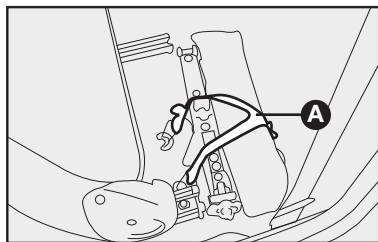

fig. 2
- Rebater o encosto do banco do motorista e soltar o elástico de fixação A—fig. 2, retirando o macaco, manivela, a bolsa de ferramentas e o triângulo.